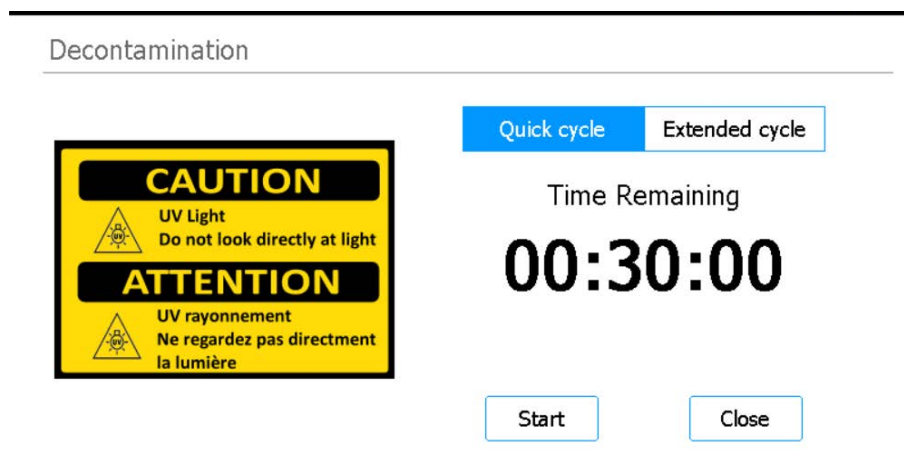

图 24 选中 Quick cycle 的 Decontamination 屏幕
- 3 在屏幕顶部，选择 **Quick cycle**，如图 24 所示。